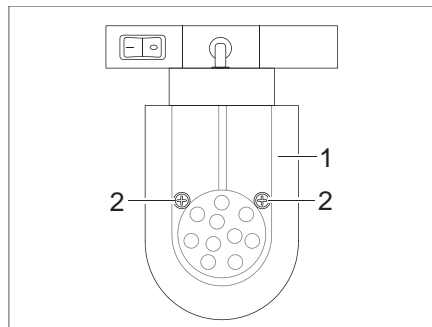

Bild 290 LED-Spotleuchte (verschiebbar)
- Befestigungsschrauben (Bild 290,2) lösen.
- Lampenglas (Bild 290,1) vorsichtig abnehmen.